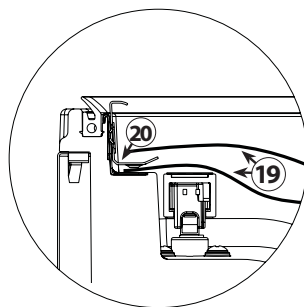

Fig. 1
5. Inserire il sacchetto (19) in modo tale che il fissaggio (20) si trovi al centro del lato aperto del sacchetto steso. Un'estremità del sacchetto deve trovarsi al di sopra del fissaggio e l'altra al di sotto, per aspirare completamente l'aria dal sacchetto. (Fig. 1)
7. Inserire il sacchetto (19) in modo tale che il fissaggio (20) si trovi al centro del lato aperto del sacchetto stesso. Un'estremità del sacchetto deve trovarsi al di sopra del fissaggio e l'altra al di sotto, per aspirare completamente l'aria dal sacchetto. (Fig. 1)